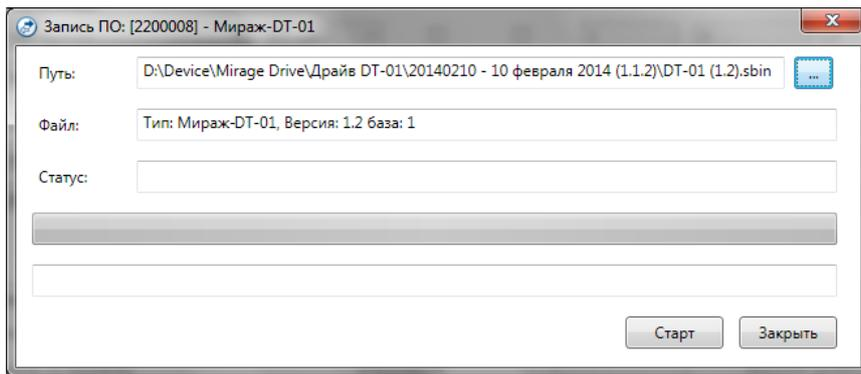

Рис. 56 Задание файла прошивки
- ✓ В открывшемся окне *Запись программного обеспечения* укажите наименование загружаемого файла прошивки с расширением *\*.sbin* (рис. 56);
- ✓ В открывшемся окне *Запись программного обеспечения* укажите наименование загружаемого файла прошивки с расширением \*.sbin (Рис. 56).